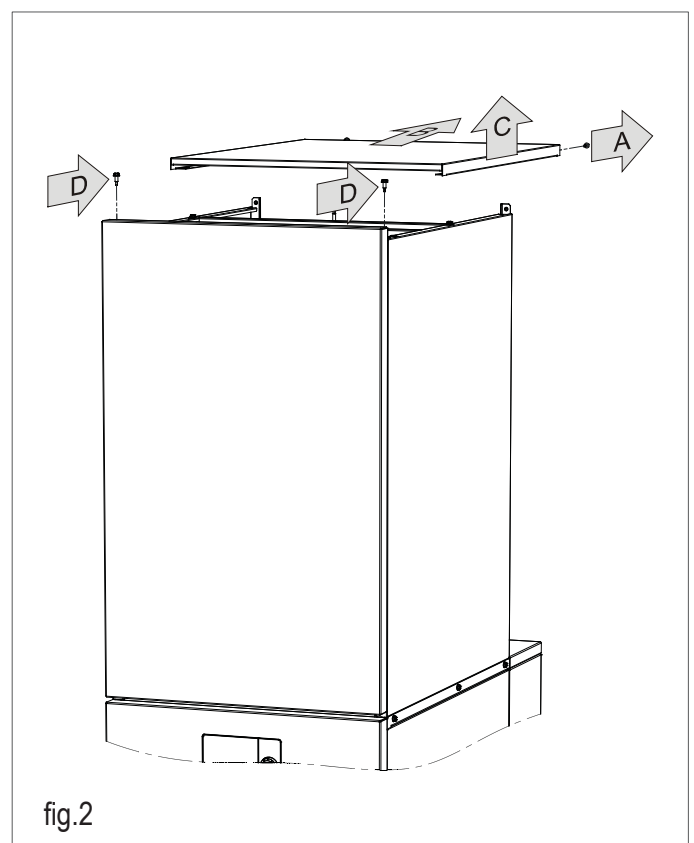

fig.2
- La tapa superior se desmonta soltando los dos tornillos roscachapa que sujetan la tapa por la parte posterior de caldera (fig. 2; A). Una vez sueltos los tornillos se debe desplazar la tapa hacia atrás (fig. 2; B) para poder levantarla (fig. 2; C).
- Para desmontar el frontal superior se deben soltar los 2 tornillos roscachapa de la parte superior del mismo (fig. 2; D).